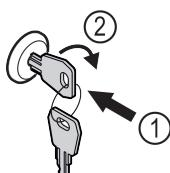

Fig. 166
- Vstavite ključ. Fig. 166 (1)
- Ključ obrnite v smeri urnih kazalcev za 90°. Fig. 166 (2)